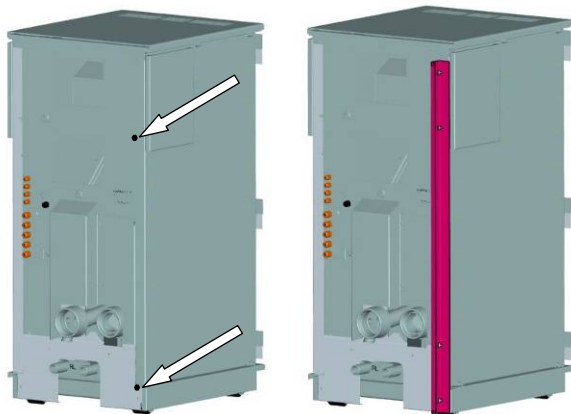

Abb. 9: Anbringen Montagewinkel
- Die in Abb. 9 dargestellten Schrauben hinten rechts am ivo.tec® oder ivo.safe® lösen. Den Montagewinkel durch Anschrauben der beiden Schrauben montieren.